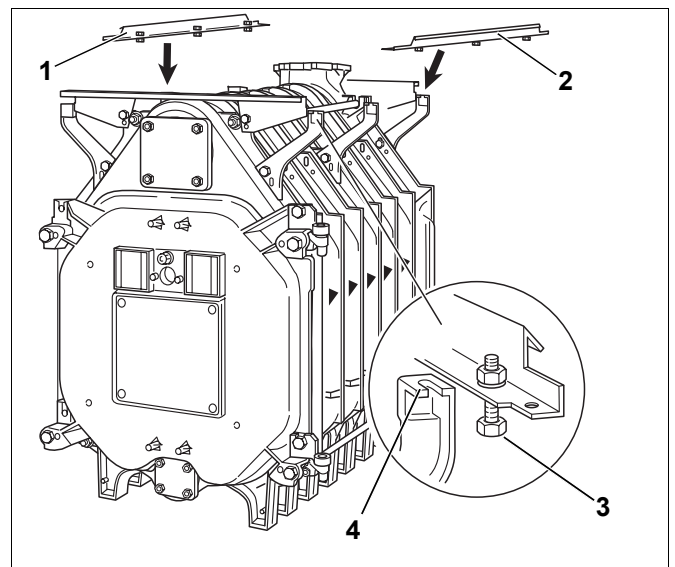

Fig. 38 Montaggio delle guide longitudinali
- Montare le guide longitudinali (fig. 38, [1] e [2]) su entrambi i supporti sugli elementi posteriore e anteriore.
- Incastrare le guide longitudinali con le viti premontate (fig. 38, [3]) nelle cavità dei supporti (fig. 38, [4]) e avvitarle ad esse.